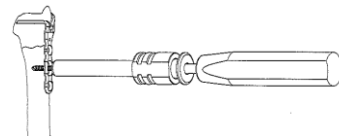

図12
- 12) 2.7 スクリューホルダーの後端からヘクスローブ 10 ドライバーの軸を奥まで差し込みます。先端六角が少し突出した状態になるので、そこへ選択した長さの2.7 コーティカルスクリューを組み付けます。スクリューホルダーの外筒を先端側へ少し戻し、スクリューヘッドを完全にホールドしスクリューを挿入します。(図12)